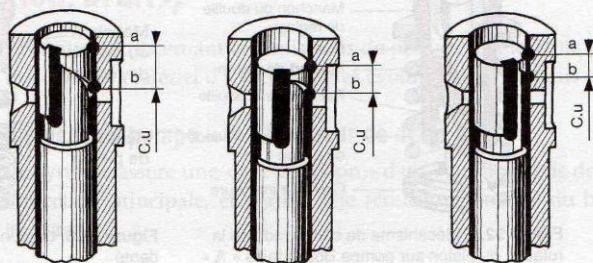

Figure 32.3. Course utile, selon orientation du piston
C'est la course comprise entre l'ouverture de la *soupape* de refoulement et la fin de refoulement (libération de l'orifice de *décharge* par la partie inférieure de la rampe du *piston*) (fig. 32.3).
- La quantité de carburant refoulée dépend du temps pendant lequel le piston couvre l'orifice de *décharge* 01 ; c'est la « course utile » (fig. 32.3).